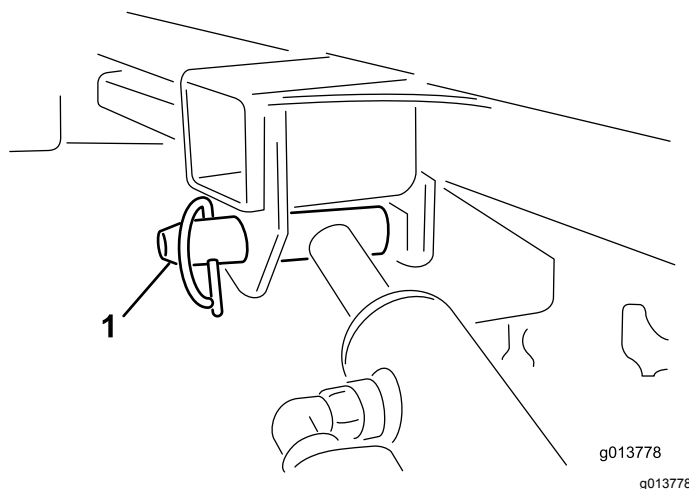

Figure 51
11. Maintenez le vérin de levage d'une main. Retirez la goupille de blocage du vérin de levage de l'autre main (Figure 51).